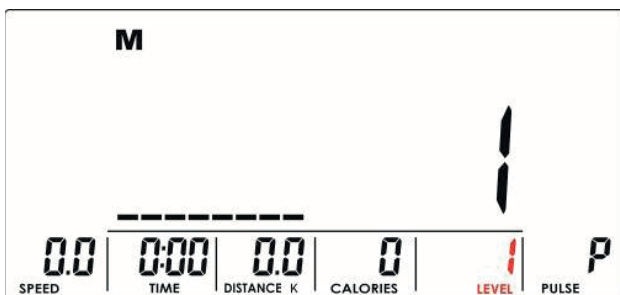

Abbildung 10
2. Stellen Sie die Widerstandsstufe mit dem Drehrad ein (Abb. 10) und bestätigen Sie mit MODE. Der Vorgabewert ist 1.